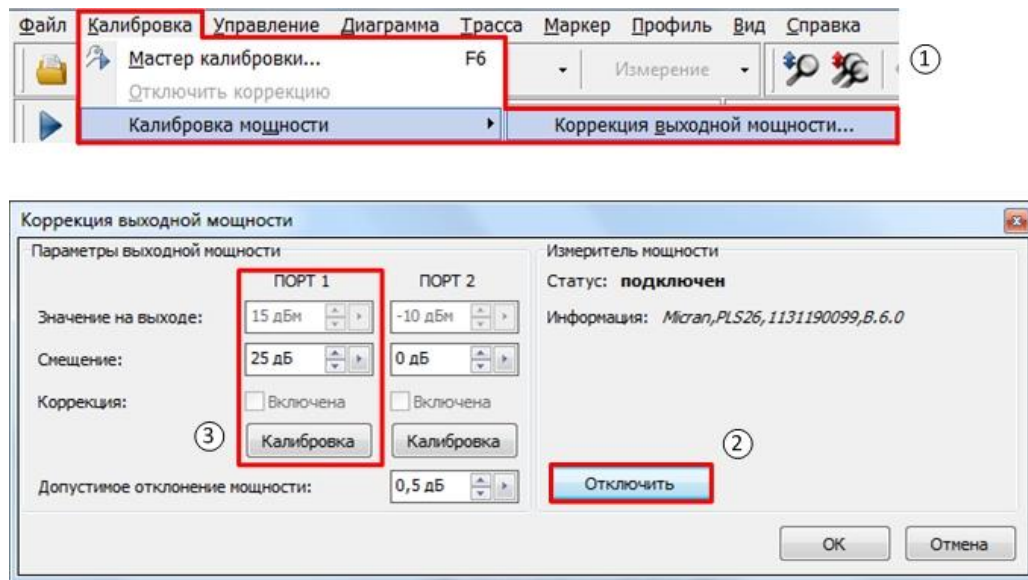

Рис. 7. Проведение калибровки выходной мощности ВАЦ
8. Выбрать в главном меню *Калибровка* -> *Калибровка мощности* -> *Коррекция выходной мощности*. В окне «Коррекция выходной мощности», в разделе «Измеритель мощности» нажать кнопку «Подключить». Выбрать необходимый измеритель мощности из списка. **Смещение задать равным КУ усилителя, используемого в схеме (в нашем примере 25 дБ). Если в схеме не используется усилитель смещение задать равным нулю.** Нажать кнопку «Калибровка», дождаться окончания калибровки (рис. 7). После проведения калибровки выходная мощность ВАЦ будет скорректирована с учетом КУ используемого усилителя.